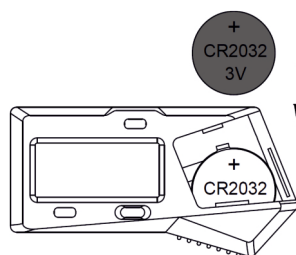

Abb. 2
- » Legen Sie die CR2032-Batterie mit der positiven Seite (+) nach außen ein (Abb. 2).